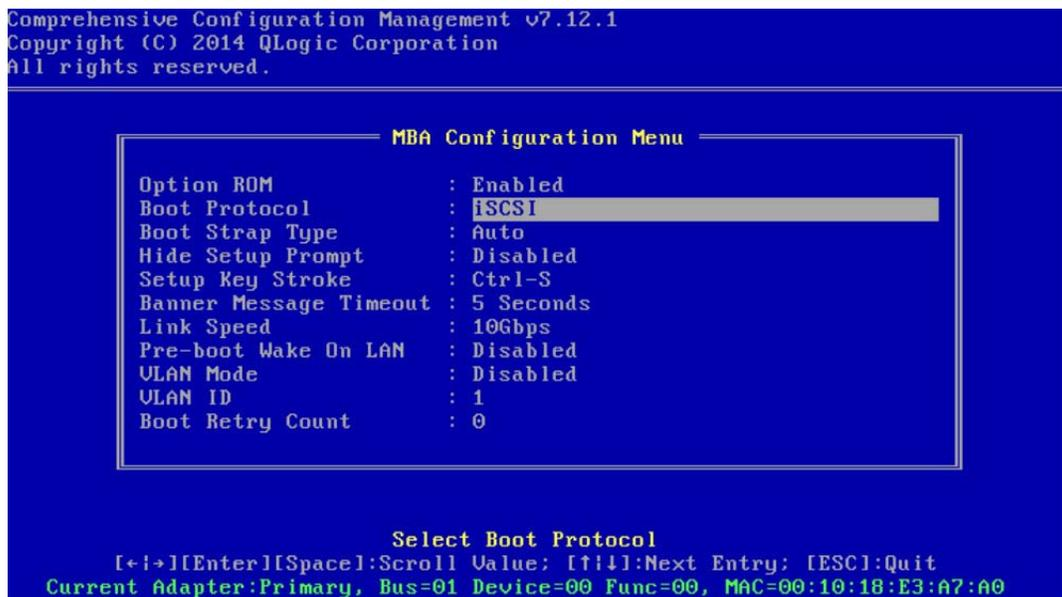

Abbildung 6-1. CCM MBA Configuration Menu (MBA-Konfigurationsmenü)
- b. Wählen Sie **MBA Configuration** (MBA-Konfiguration) aus, um das **MBA Configuration Menu** (MBA-Konfigurationsmenü), wie in Abbildung 6-1 gezeigt, zu öffnen.